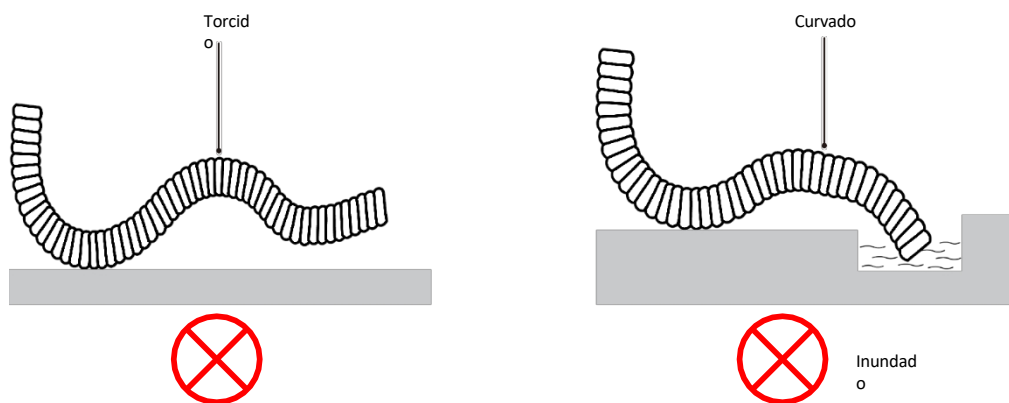

Fig. 4.3
- 2 No retuerza ni doble el tubo de desagüe, y no inunde su extremo con agua. (Fig. 4.3)